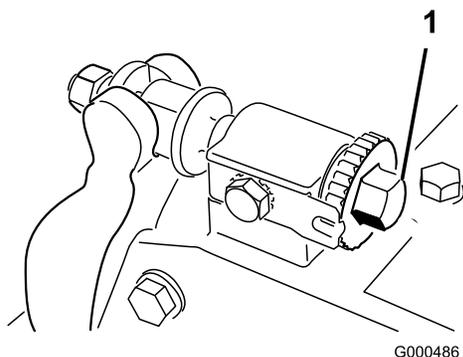
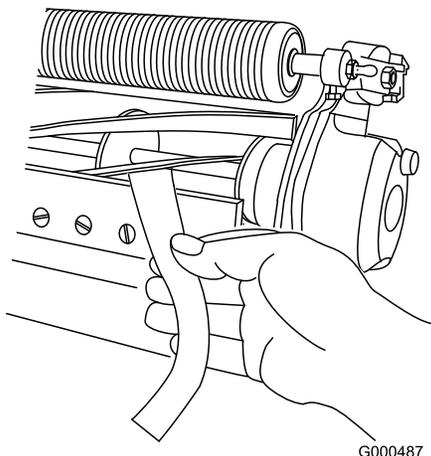

図 58
図 59
2. ベッド・バー調整ネジ (図 58) を左に回して、リールと下刃の接触を完全になくす。
4. リール前面の左右いずれかの端を選び、リールと下刃の間に長く切った新聞紙片を差し入れる（図 59）。リールをゆっくり前回転させながら下刃調整ネジを締める（図 58（新聞紙を入れた側の調整ネジを、1目盛りずつゆっくりと）。新聞紙を引き抜くのに軽い力が必要な程度でよい）。
6. 両側の調整ができれば最終確認を行う：紙片をリールの前から差し込んだ時にははさむだけ、下から差し込むと切れるのが正しい調整である（図 59）。リールと下刃のごくわずかの接触で紙が切れなければいけない。接触を強くしないと切れない場合には、鋭利な刃先を取り戻して精密なカットがで